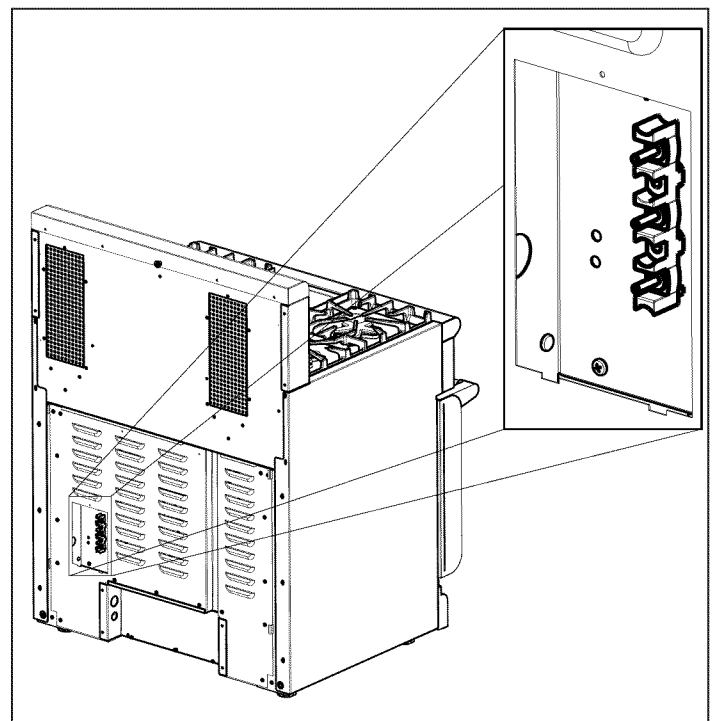
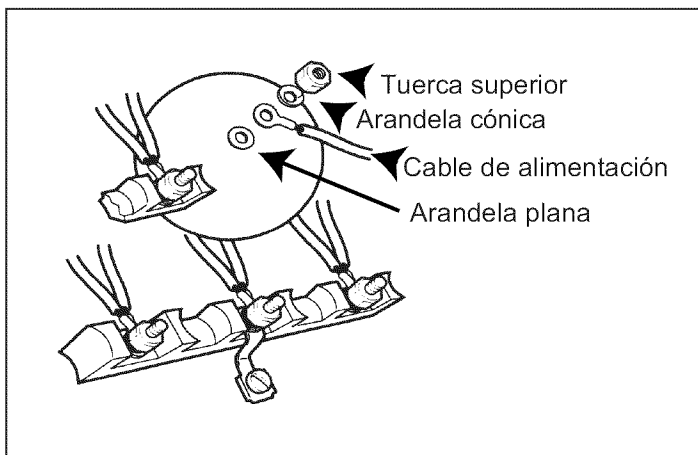

Figura 9a: Ubicación de la caja de conexiones en las estufas de 30" y 36"
Figura 10: Fijación de los conductores
- **CONEXIÓN PERMANENTE (CABLEADO DIRECTO)** — Se pueden conectar los aparatos directamente a la fuente de alimentación. El instalador debe suministrar un conducto flexible de aluminio, de tamaño comercial de 3/4", de una longitud máxima de 6 pies. Localice la caja de conexiones en la parte trasera de la unidad y quite la cubierta. Consulte la Figura 9a o 9b, según el modelo de estufa. Quite el tornillo de la tira de puesta a tierra y dóblela hacia arriba. Consulte la Figura 10. Se debe fijar el conducto a la caja de conexiones utilizando un conector de conducto aprobado.